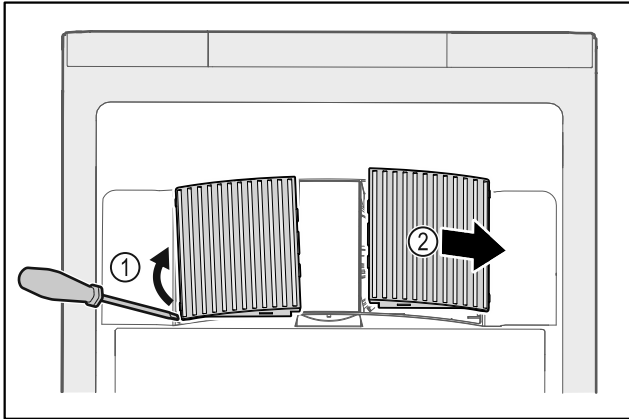

Fig. 34
- ▶ Nxirrni jashtë duke i ngritur lart me kujdes kapakët mbulues të ventilatorit nga anash Fig. 34 (1) dhe hiqni nga përpara Fig. 34 (2).